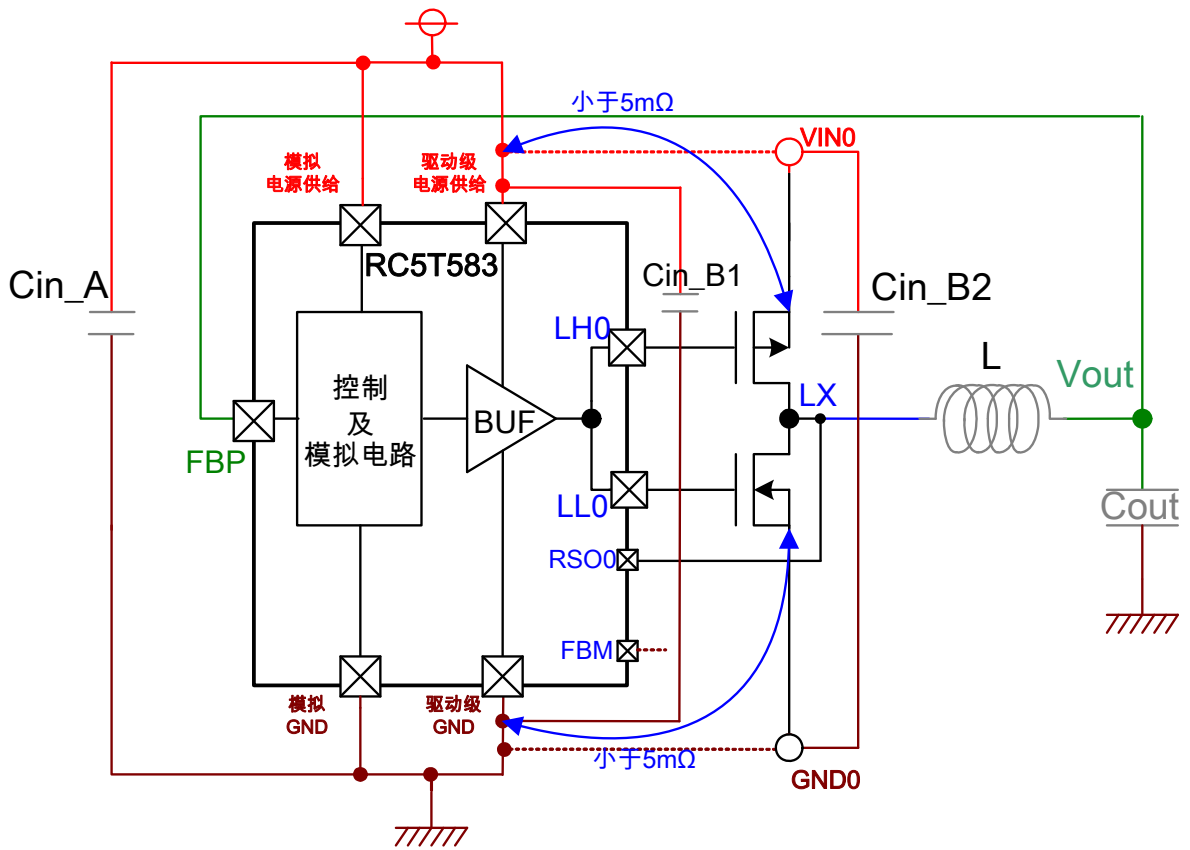

图.1-6: DCDC0 简要电路图
- (1) FET 管的电源供给走线及 GND 走线请采用较小的阻抗(RC5T583: 5mΩ 或更小, 图. 1-6: 蓝色线)。
- (2) 请将用于外部 FET 管的 VIN0 的滤波电容, 放置在尽量靠近外部 FET 管的地方。